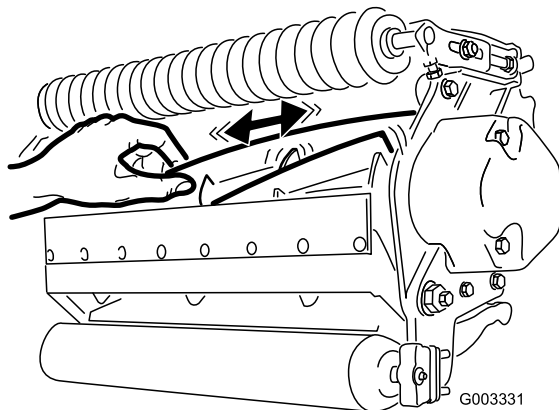

図 24
2. ボロ布を厚く巻くか丈夫なパッドのついた手袋をして、カッティングユニットの刃の部分をつかみ、リールを左右に揺すってガタがあるかどうかを調べる（図 24）。